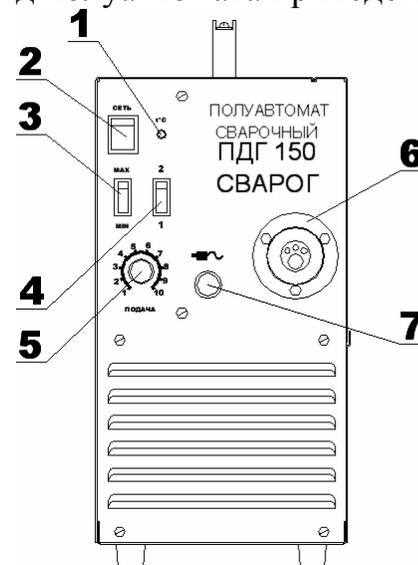

Рис. 1 Полуавтомат ПДГ-150.
6.1. Внешний вид полуавтомата приведён на рис.1